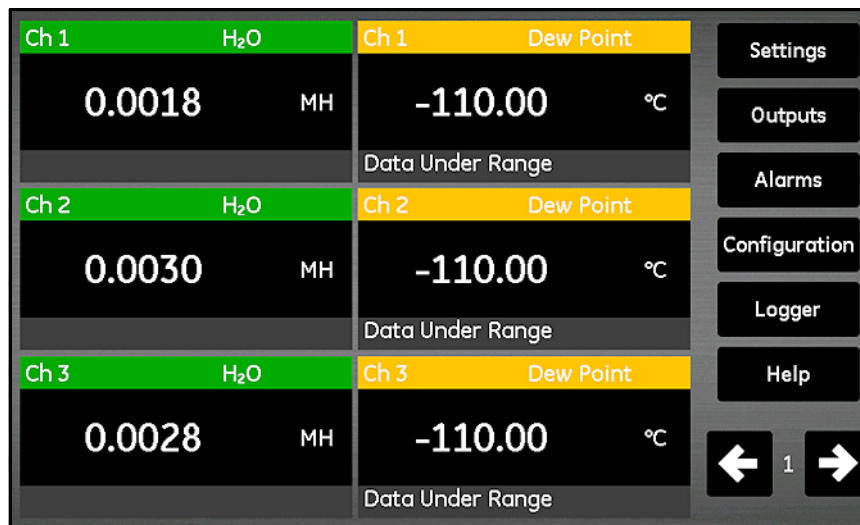

Figura 27: Schermata di visualizzazione delle misure
3. Una schermata di visualizzazione delle misure, simile a quella mostrata nella *Figura 27*.
La schermata di visualizzazione delle misure mostrata nella *Figura 27* è un touch screen contenente i seguenti elementi: